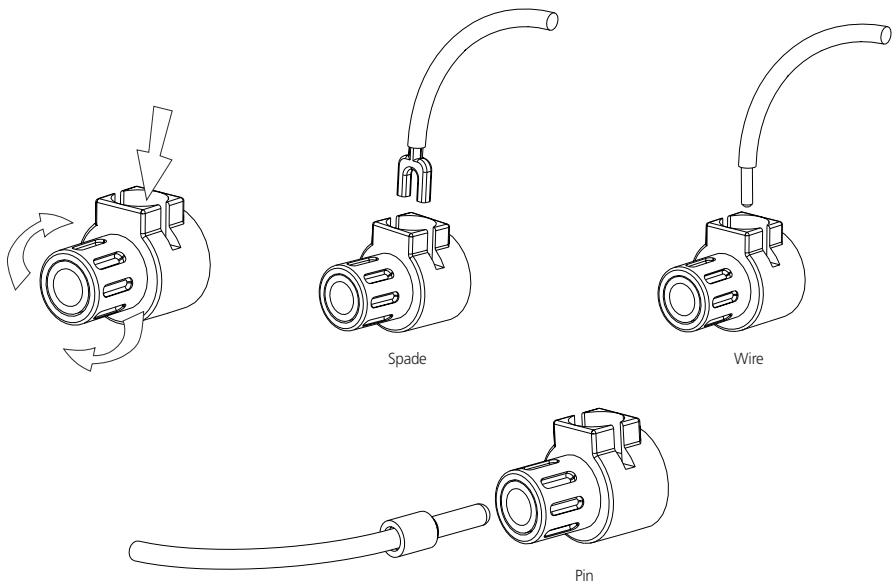

Figura 2
Collegare i cavi provenienti da uno dei diffusori ai morsetti "+" e "-" che si trovano sul pannello posteriore dell'amplificatore NAD serie CI. In ogni canale, il morsetto rosso è l'uscita "+" positiva ed il morsetto nero è l'uscita "-" negativa o "di terra" (vedere Figura 2).
- 1 Connettori a perno: un connettore a perno è un alberino in metallo sottile aggraffato o saldato sulla terminazione di un cavo. L'alberino filettato di ciascun serrafile contiene un'apertura che accoglie connettori a perno fino a 3 mm. di diametro. Svitare la boccola in plastica che si trova su ciascun morsetto in modo da lasciare esposto il foro nell'alberino in metallo. Inserire il connettore a perno attraverso il foro e girare la boccola in senso orario fino a serrarla (vedere Figura 2).
- 2 Capocorda a forcetta: svitare la boccola in plastica, inserire la forcetta ad U nello spazio ovale e stringere la boccola su di essa (vedere Figura 2).
- 3 Cavi nudi: separare i due conduttori del cavo (se forniti a coppia) e spelare mezzo pollice (1 cm.) di isolante da ciascuno di essi. In ogni conduttore, attorcigliare insieme i trefoli esposti. Svitare le boccole in plastica per "+" e "-", inserire il cavo nudo attraverso il foro nell'alberino in metallo e stringere la boccola in plastica fino a che non serri saldamente il cavo (vedere Figura 2). Verificare per assicurarsi che nessun trefolo lasco tocchi lo chassis o un morsetto vicino. **Stringere nuovamente la boccola dopo una settimana circa per assicurarsi di eliminare l'eventuale gioco prodottosi nel frattempo.**